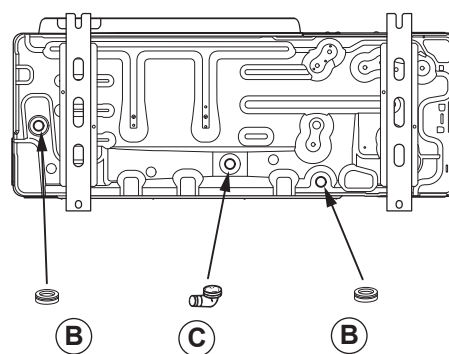

fig. 15 - Pose de l'unité extérieure, évacuation des condensats
- En fonctionnement, de l'eau peut s'évacuer de l'unité extérieure. Ne pas installer l'appareil sur une terrasse, mais préférer un endroit drainé (lit de graviers ou sable). Si l'installation est réalisée dans une région où la température peut être inférieure à 0°C pendant une longue période, vérifier que la présence de glace ne présente aucun danger. Il est aussi possible de raccorder un tuyau d'évacuation sur l'unité extérieure (fig. 15).
L'unité extérieure doit être surélevée d'au moins 50 mm par rapport au sol. Dans les régions enneigées, cette hauteur doit être augmentée mais ne pas dépasser 1.5 m (fig. 15).